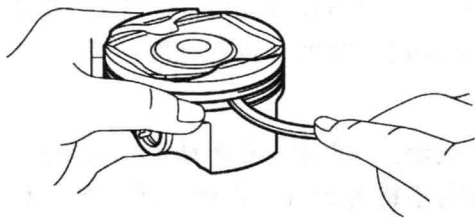

图 1-14 清洁活塞环槽
- 2) 如图 1-14 所示, 使用环槽清洁工具或旧活塞环, 清洁活塞环槽。